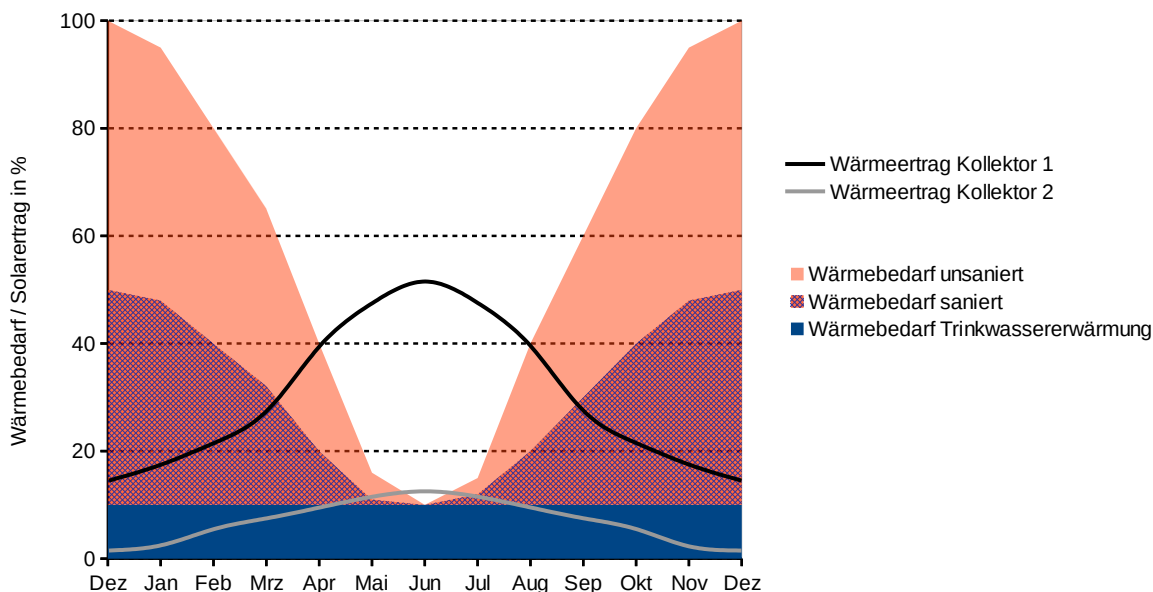

Abbildung 1: Wärmebedarf und -ertrag
- 2.1.5 Vergleichen Sie die in Abbildung 1 dargestellten Kollektoren. Erläutern Sie dazu die Begriffe „Deckungsgrad“ und „Nutzungsgrad“ und begründen Sie, welcher Anlage Sie für den beschriebenen Sanierungsfall den Vorzug geben würden. 3